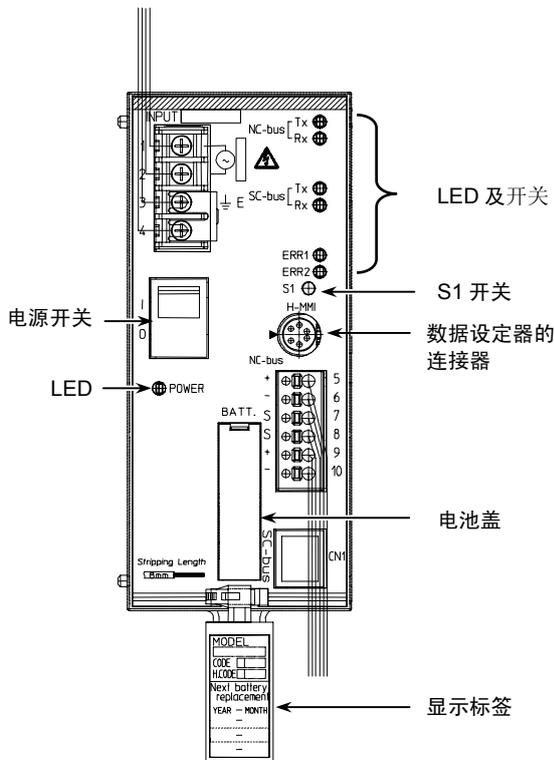

图 7 配线位置图
- * 配线时请注意不要遮挡图 7 下线所标示的部分。此外，请避免连接右侧面。